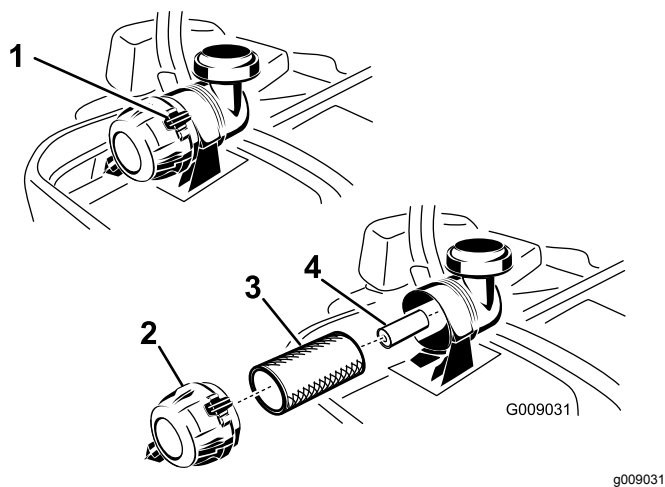

Figura 47
3. Presione hacia abajo para abrir los cierres del limpiador de aire, y tire de la tapa de la entrada de aire para separarla del cuerpo del limpiador de aire (Figura 47).
5. Extraiga con cuidado el filtro primario del cuerpo del limpiador de aire (Figura 47). Evite golpear el filtro contra el lado de la carcasa.
- No limpie el filtro de papel, cámbielo (Figura 47).
- Si va a cambiar el filtro secundario, deslícelo cuidadosamente en el cuerpo del filtro (Figura 47).
- Deslice cuidadosamente el filtro primario por encima del filtro secundario (Figura 47).
- Instale la tapa del limpiador de aire con el respiradero hacia abajo, y gírela hasta que los enganches la bloqueen en su sitio (Figura 47).